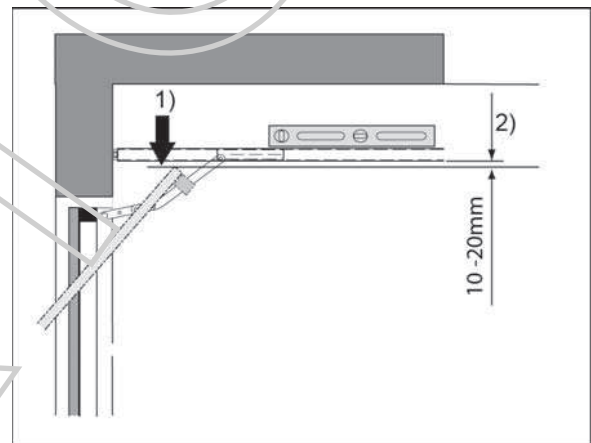

imagen 14
Entre el punto más alto de la puerta (1) (el punto más alto que puede alcanzar la puerta durante el movimiento) y el borde bajo de la guía (2) tiene que ser una distancia de 10 - 20 mm (imagen 14).